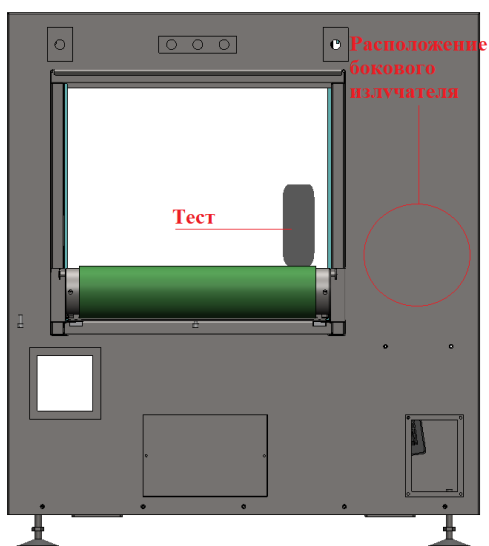

Рис. 35. Расположение СТО для проверки бокового ракурса РТУ (пример).
- Установить на транспортер СТО как показано на Рис. 35.